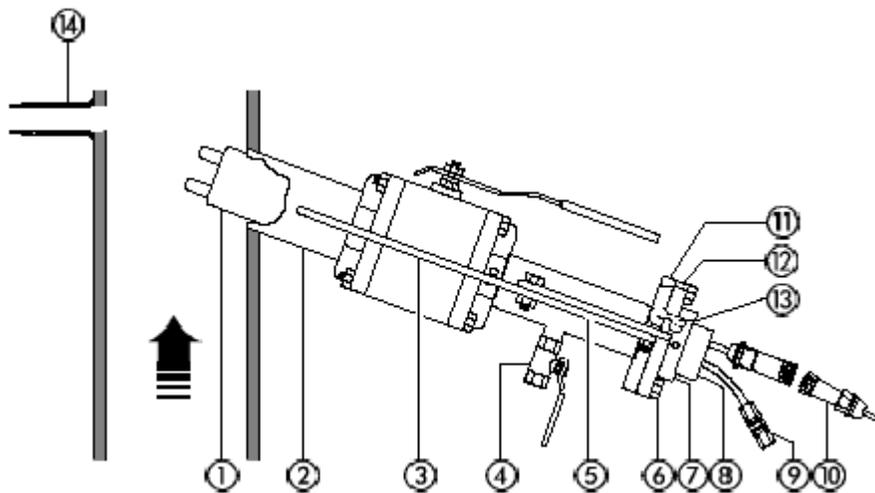

图6 配套球阀装置的安装
请参照图6所示。
- 3、将旋转套环（如图6所示）两端的固定螺丝钉拧松。
- 5、在保持传感器探头定位方向不变的情况下，旋转传感器连接法兰直至与球阀连接法兰对应（两个法兰如图6所示）。
- 3、参照图6所示，取掉传感器连接法兰插脚上的两个铰链夹。